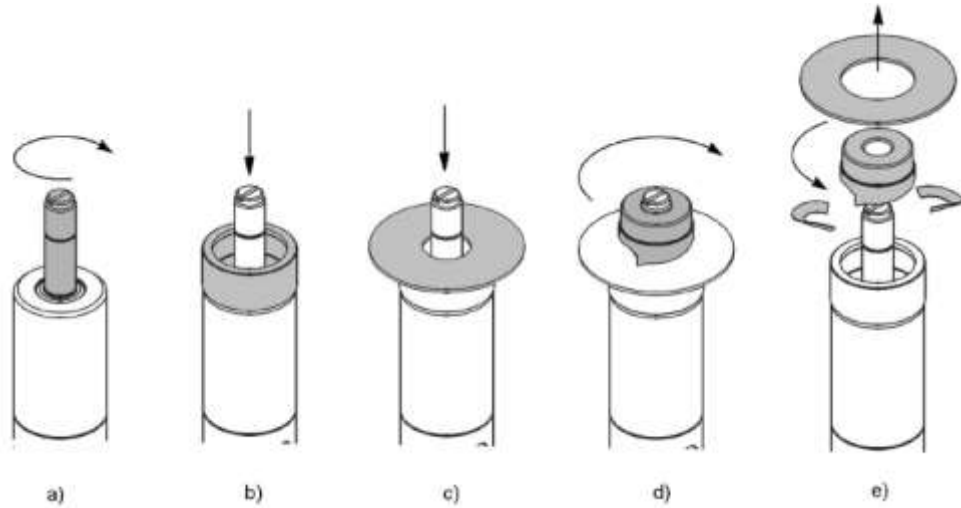
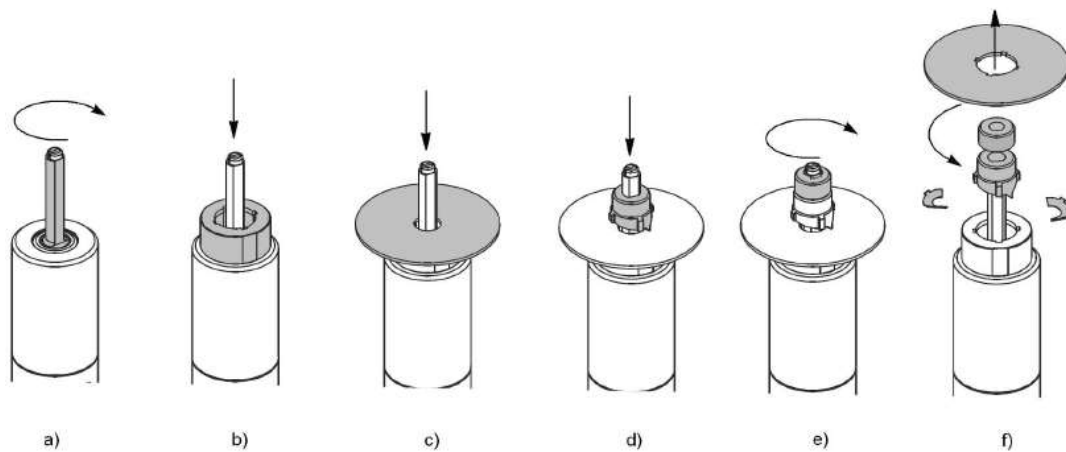

Рисунок 2 – Робота з крейцмейселем WO
Рисунок 3 – Робота з крейцмейселями WO-Z та WK
2. Вкрутити шпильку на повну довжину різьби в гніздо штока голівки (для голівки GW2 необхідно застосувати редукційну втулку) (Рис. 2а, Рис. 3а).
4. Ввести шпильку у стартовий отвір, попередньо виконаний у листовому металі (Рис. 2с, Рис. 3с).
5. Накрутити пуансон крейцмейселя на шпильку або встановити пуансон і накрутити гайку (Рис. 2d, Рис. 3d та Рис. 3е).
6. Дотягнути пуансон або гайку, усуваючи зазори між листовим металом та матрицею (Рис. 2d, Рис. 3е).